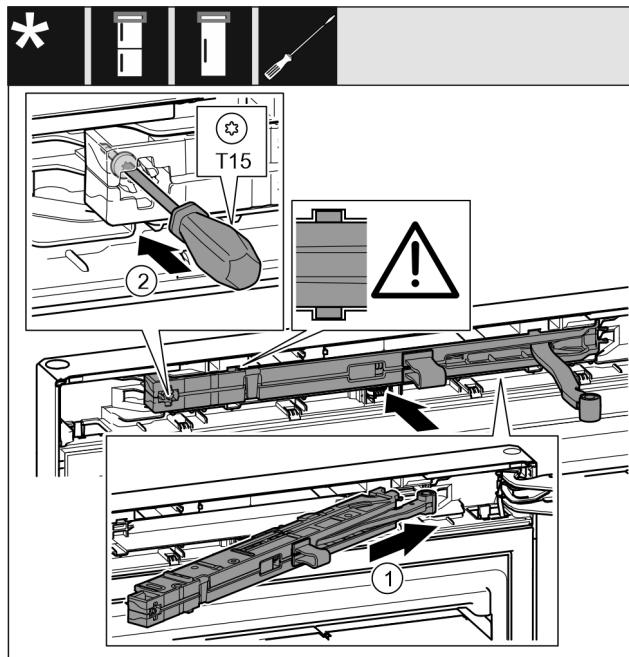

Fig. 42
- ▶ Tolja be ferdén, ütközésig a záráscsillapító egységet Fig. 42 (1) a mélyedésbe a csapágybak felőli oldalán.
- ▶ Húzza meg a csavart Fig. 42 (2) csavarhúzóval.